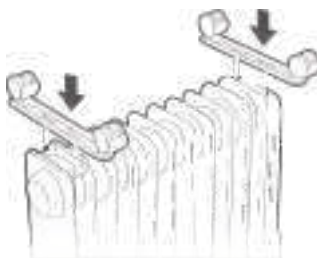

figure 1
2. Comme indiqué sur la figure 1, alignez le trou de montage d'un ensemble de roulettes et installez-le sur la vis de la plaque du patin de roulette à l'extrémité de l'ailette du radiateur, et L'autre ensemble de roulettes est aligné sur les vis montées à l'inférieur du boîtier de commande.